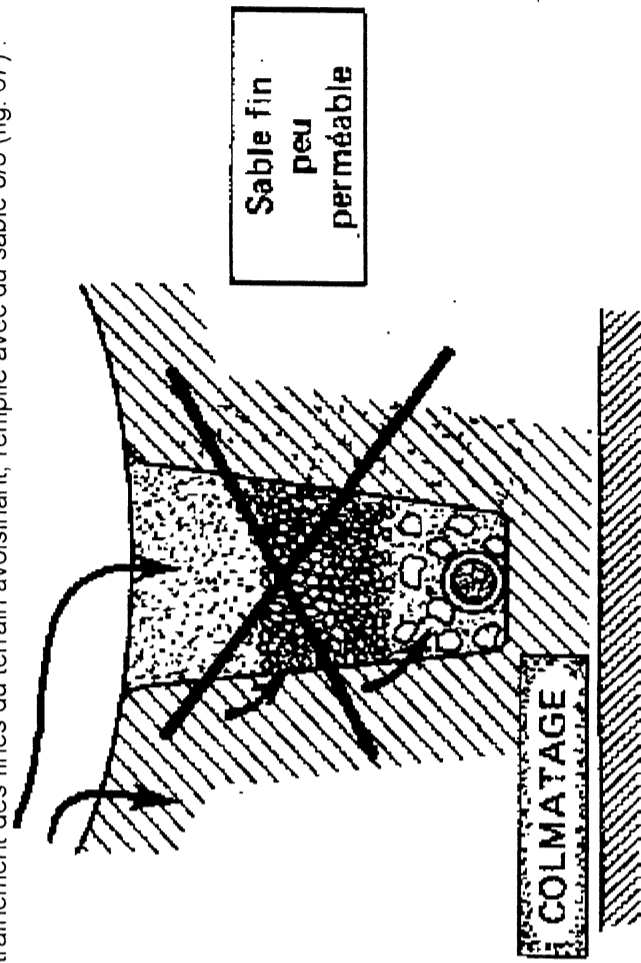

figure 66
- la tranchée drainante est creusée dans un terrain constitué de matériaux sableux à grains fins (ce qui explique leur faible perméabilité et justifie le drainage) tels que « sable à lapin » (sable de Fontainebleau, sable d'estuaire,...) ou limon sableux. Dans ce cas également, le risque de colmatage par entraînement des fines peut être grand (fig. 66). On peut y remédier, soit en s'orientant, comme précédemment, vers la solution décrite à l'article 3.3.2.2; soit en utilisant des tuyaux en